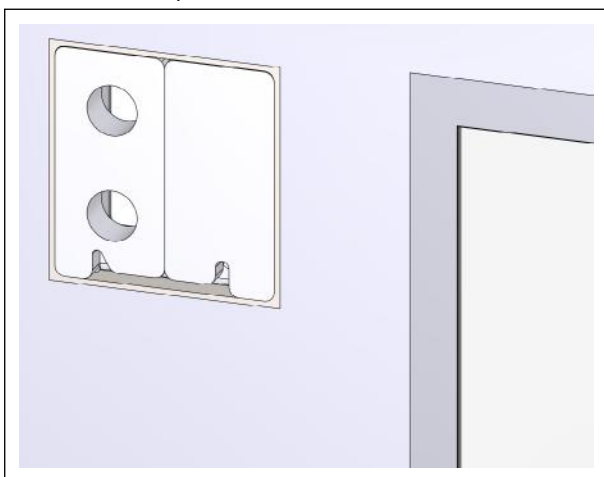

Abb. 17: Montageset M-WRG-M/MB mit Füllstück installiert in Rohwand für Einbindung in WDVS – Sicht auf die Außenfassade
- Bei der Einbindung in ein WDVS sind Montageset und Füllstück so zu kürzen, dass sie bündig zur Rohwand abschließen (siehe Abb. 17).